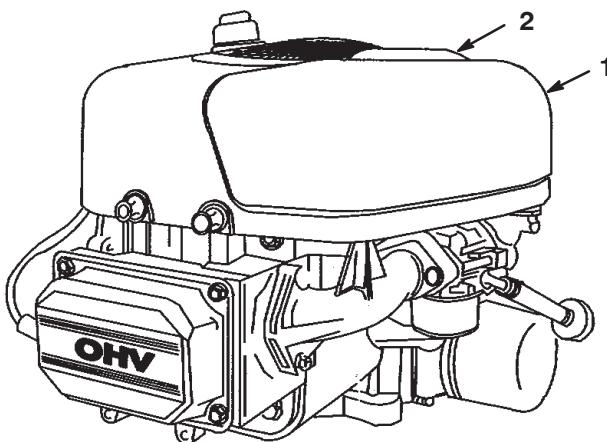

Bild 33
2. Ziehen Sie den Griff an der Luftfilterabdeckung hoch und drehen Sie ihn in Richtung des Motors (Bild 33).